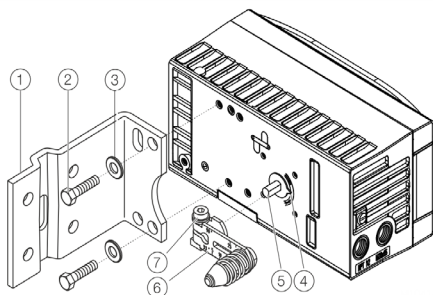
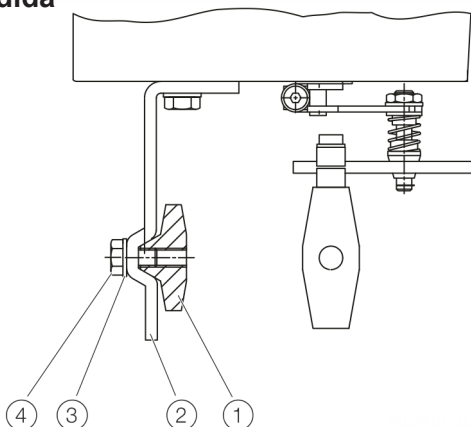
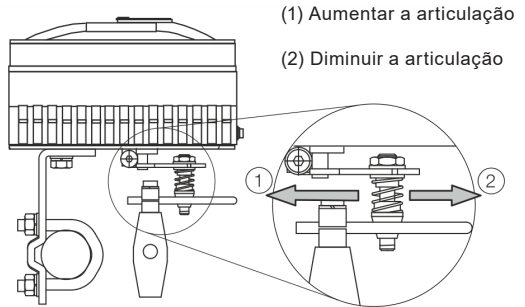

Fig. 3
Fig. 4
Fig. 6
Aperte os parafusos tão uniformemente quanto possível para garantir a linearidade subsequente. Alinhe o suporte de montagem no orifício oblongo para garantir que a faixa de operação seja simétrica. Defina a válvula no meio do curso e alinhe a alavanca horizontal (item 4, Fig. 3) e aperte o parafuso de montagem (item 4, Fig. 4) (a alavanca se move entre as marcas de seta - Item 4, Fig. 6).